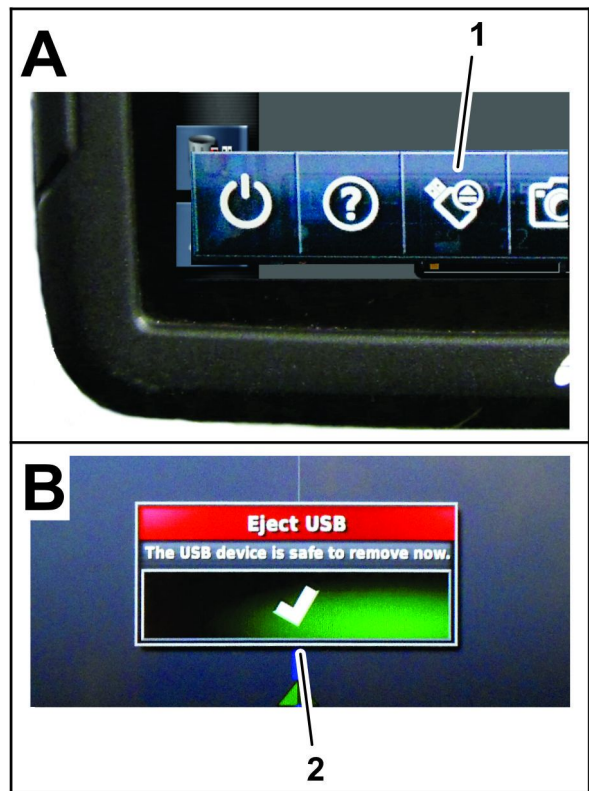

Рисунок 23
4. Чтобы получить доступ к всплывающей строке меню, проведите пальцем от нижней части экрана управляющей консоли вверх (Рисунок 23).
5. Нажмите на значок извлечения USB-накопителя (Рисунок 23).
6. В диалоговом окне извлечения USB-накопителя нажмите на значок подтверждения и извлеките USB-накопитель из управляющей консоли (Рисунок 23).